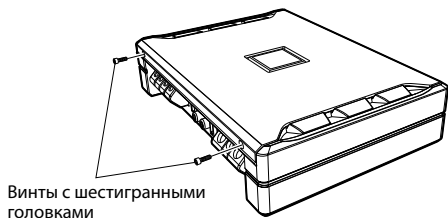

Рис. 1
1. Выверните винты с шестигранными головками с помощью прилагаемого шестигранного торцового ключа (малый). (Рис. 1)